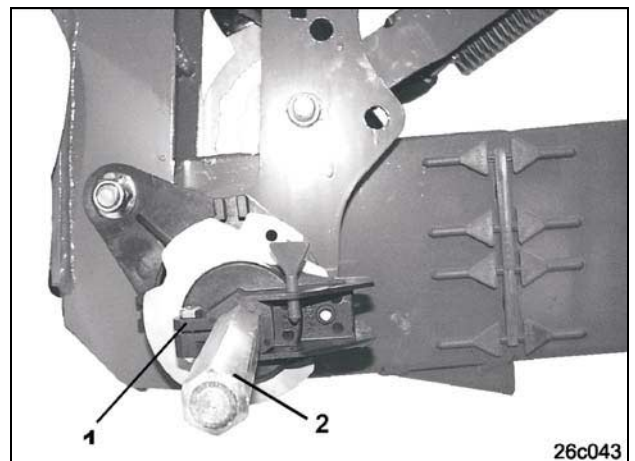

Fig. 62
- Zeskantbout van de koppelflens (Fig. 62/1) van het betreffende zaaiaggregaat losdraaien
- Zeskante as (Fig. 62/2) er eventueel uittrekken
- Zeskante as (Fig. 62/2) monteren, indien deze werd verwijderd
- Zeskantbout van de koppelflens (Fig. 62/1) van het betreffende zaaiaggregaat borgen.